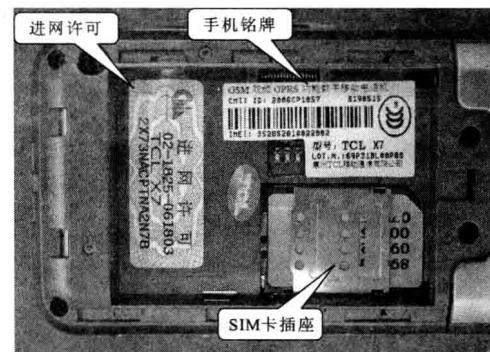

图 1-4 拆卸步骤④
步骤④ 在电池槽内即可看到手机铭牌、进网许可及 SIM 卡插座等信息，如图 1-4 所示。